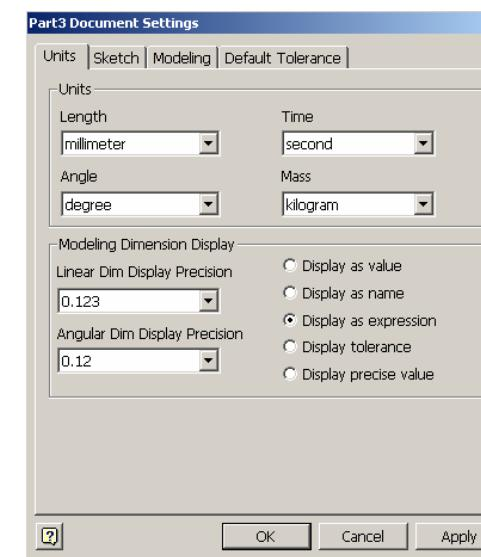

Figura 1.2.1.
- secțiunea **Units** – permite definirea/modificarea unităților de desenare ; valoarea implicită este preluată din prototip, iar modificarea acestora va afecta toate dimensiunile din fișierul curent; se oferă liste din care se pot selecta unitățile de măsură pentru lungime (**Length**), unghiuri (**Angle**), timp (**Time**), mase (**Mass**), precizia de afișare pentru lungimi și unghiuri ale modelului, precum și variante ale modurilor de afișare a acestora (valoare, nume, expresie, toleranță, valoare precisă), figura 1.2.1
Meniu principal, figura 1.2.1, oferă acces la comenziile, setările, casetele de dialog și funcțiile Autodesk Inventor. Activarea meniului se poate face prin intermediul mouse-ului sau tastaturii, în modul specific mediului Windows. Există și opțiuni de meniu care pot activa submeniuri; acestea sunt marcate în dreapta cu